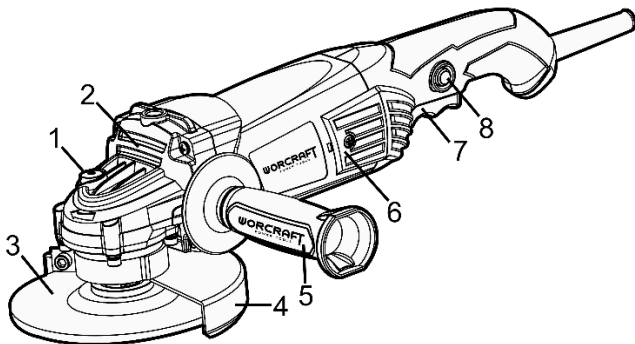
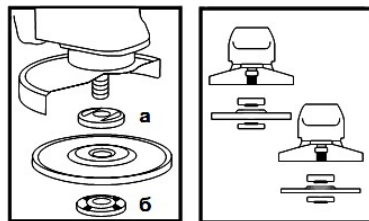

Рисунок 1
Рисунок 2
4.2 Міцно встановіть передню рукоятку (5, рисунок 1) у відповідний різьбовий отвір.
4.3 Встановіть захисний кожух (4, рисунок 1) у потрібне положення залежно від виду роботи та диска, що використовується.
4.4 Встановіть на виріб шліфувальний або відрізний диск. Для цього натисніть на кнопку блокування шпинделя (1, рисунок 1) і проверніть його до такого положення, при якому він заблокується. За допомогою фланцевого ключа з комплексу постачання, відверніть і зніміть затискну гайку (6, рисунок 2). Встановіть шліфувальний диск на посадкове місце фланцевої шайби (а, рисунок 2), наживіть рукою затискну гайку на шпиндель і затягніть її ключем з комплексу постачання. Відпустіть кнопку блокування шпинделя і переконайтеся в тому, що вона вивільнена, шляхом дво- або триразового натискання. Проверніть диск і впевніться, що шпиндель розблокований. При встановленні диска з утопленим центром завжди розміщуйте його випуклою стороною до фланцевої шайби (дивіться рисунок 2).